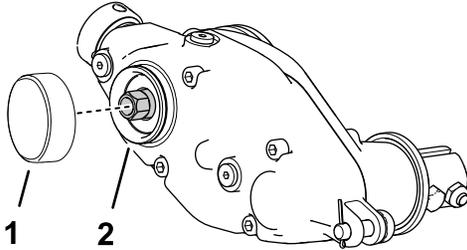

図 9
1. スナップリングの溝と外径部分に、中程度のシリンドラ保持コンパウンドGreen Loctite® 609などを塗る 図 9。
2. 図 9のようにキャップを取り付ける。